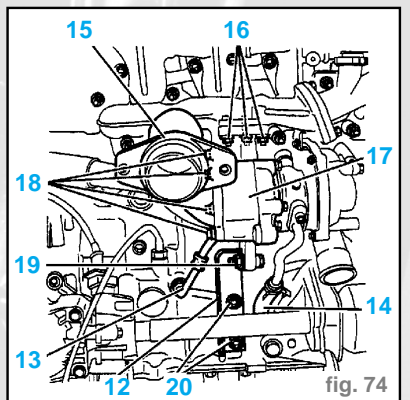

fig. 74
Impératif : Remplacer systématiquement les écrous (16) (fig. 74)